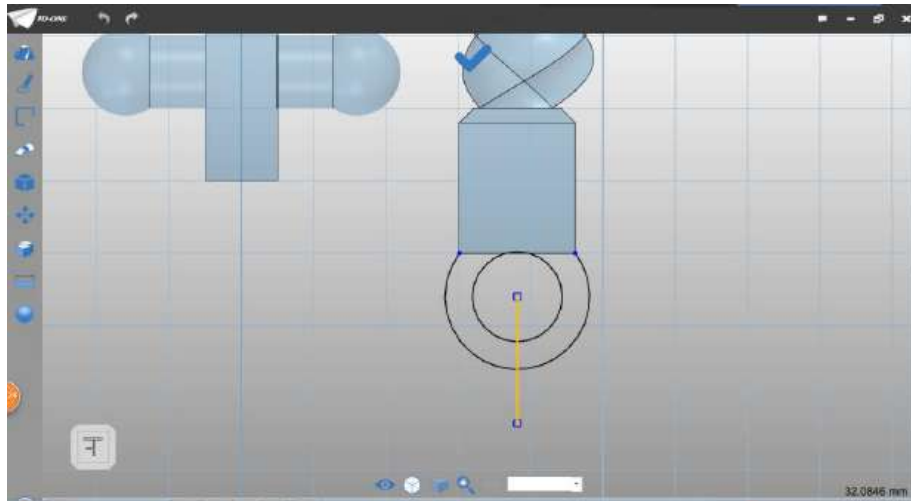

图 3-22
Step 22 选择直线命令，绘制如下图直线，第一点以圆圆心为起点，第二点已超出圆弧边界即可，如下图 3-22 所示：